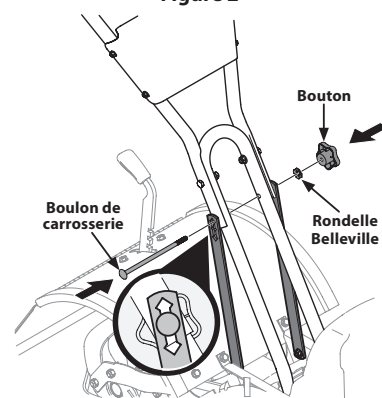

Figure 3
3. Avec le boulon de carrosserie, la rondelle Belleville et le bouton, serrez juste un peu les supports à l'extérieur du guidon. Voir la Figure 3.